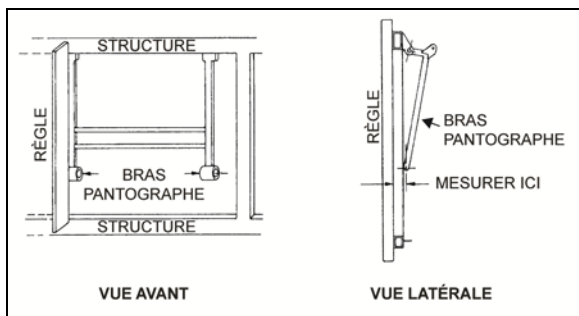
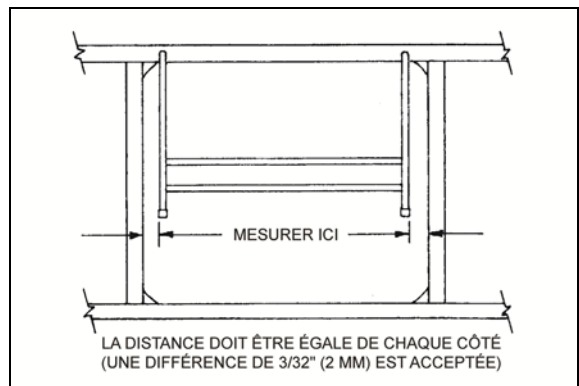

FIGURE 58 : AJUSTEMENT D'UNE PORTE À PANTOGRAPHE 18062
FIGURE 59 : AJUSTEMENT D'UNE PORTE À PANTOGRAPHE 18063
Mesurer la distance entre l'extrémité de l'un des bras du pantographe et un bord droit de la structure. Répéter la procédure pour l'autre bras. La distance doit être égale des deux côtés. Si ce n'est pas le cas, incliner le bras approprié jusqu'à ce que la mesure souhaitée soit obtenue (Figure 58 et Figure 59).
5. Lorsque la porte est droite, enlever les morceaux de bois et vérifier que la porte fonctionne et est ajustée correctement. Une différence de 3/32 po (2 mm) est acceptée entre les deux côtés (Figure 59).